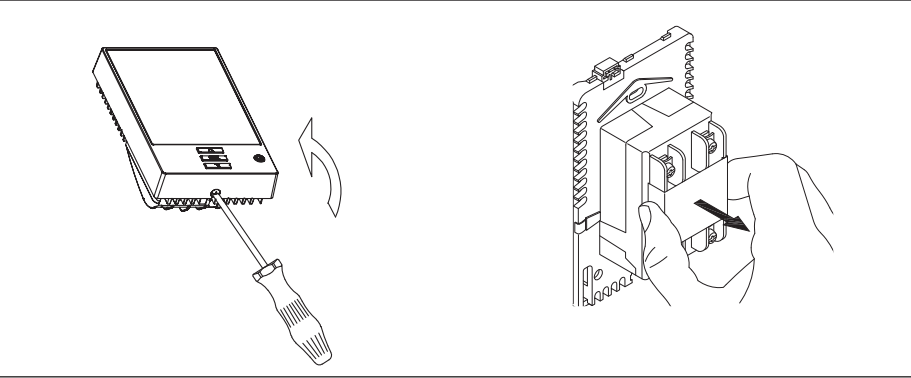

Fig. 2
- Conecte el cable de potencia a los terminales 2 y 3 situados en la parte posterior del termostato (Fig. 2).
- Conecte el cable calefactor a los terminales 1 y 4 situados en la parte posterior del termostato (Fig. 2).
No afloje los tornillos del terminal más de lo que permite el tope mecánico. Si lo hace, dañará el terminal (fig. 2).